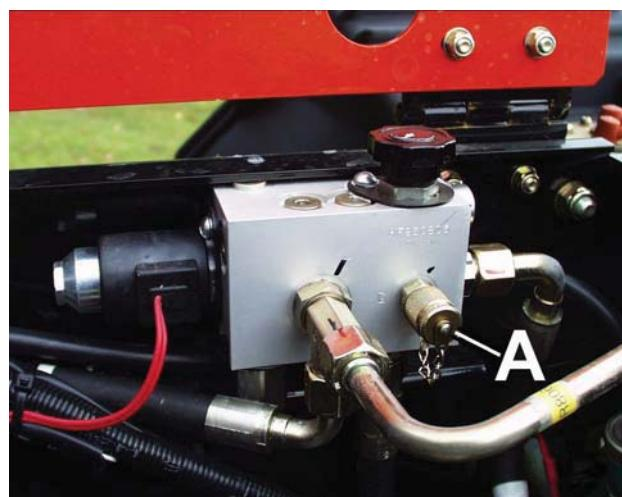

Fig.7
ORIFÍCIOS DE TESTE (Fig.7,8,9):
1. Pressão de accionamento do conjunto de corte: 207 bar. (A(Fig.7)).